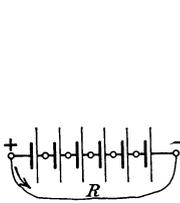
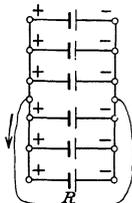

Abb. 26. Hintereinanderschaltung von Elementen.
Abb. 27. Parallelschaltung von Elementen.
Elemente können entweder alle in Reihenschaltung (Hintereinanderschaltung) (Abb. 26) oder in Parallelschaltung (Abb. 27) oder in Reihenparallelschaltung (auch gemischte Schaltung genannt) (Abb. 28a u. b) verbunden werden. Ist E die EMK, R_i der innere Widerstand eines Ele-
mentes, n die Anzahl der hintereinandergeschalteten Elemente, so ist für Abb. 26
Ist in Abb. 27 m die Anzahl der parallelgeschalteten Elemente, so wird
- a) alle Elemente nach Abb. 26 hintereinandergeschaltet werden,
- b) alle Elemente nach Abb. 27 parallelgeschaltet werden,